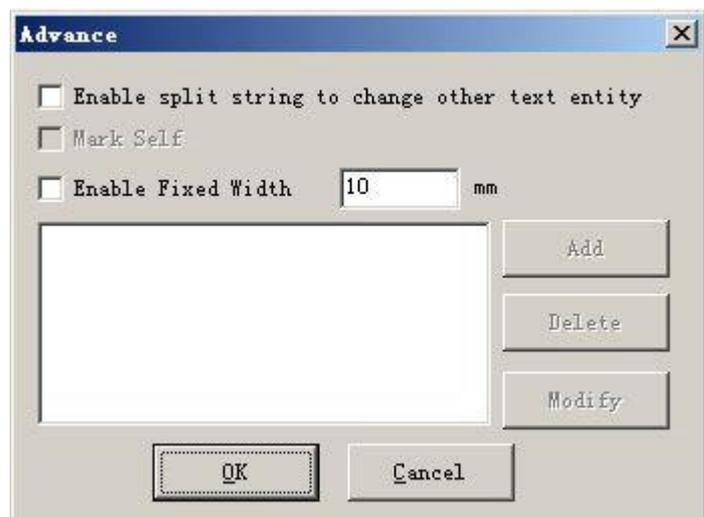

Abbildung 4-48 Dialogfeld "Weiterschalten"
Klicken Sie auf "Weiter", dann wird das Dialogfeld angezeigt (siehe Abbildung 4-48).
3. Wählen Sie "Erweitern", dann wird das in Abbildung 4-48 dargestellte Dialogfeld angezeigt.